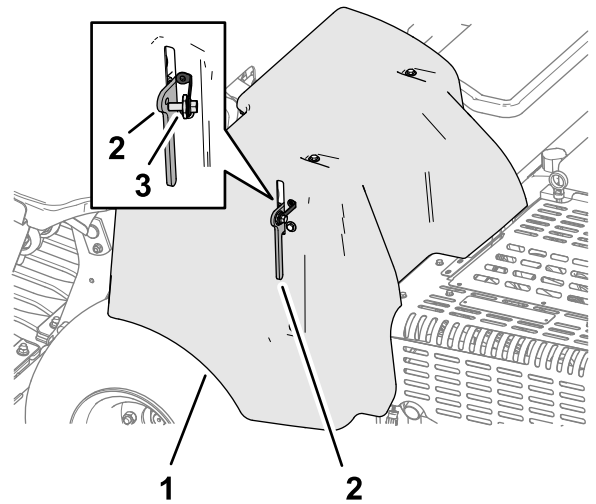

図 130
1. CE向けベルトカバーラッチ用ランヤードが付いている場合は、ランヤードのボルトをゆるめてカバーラッチから外す 図 130。